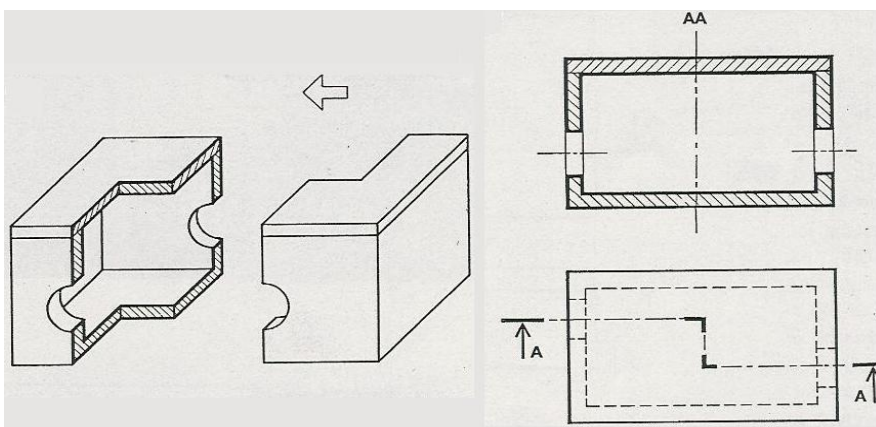

Figure 04
- On repère sur la coupe la brisure du plan sécant par un trait mixte fin. Cf figure 04